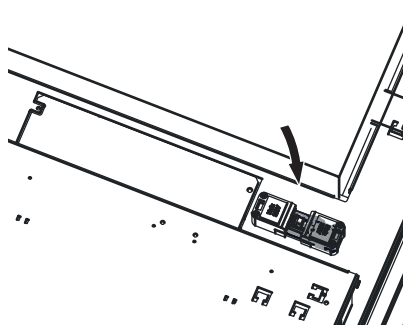

Fig. 59 Débrancher la fiche secteur de l'appareil
- ▶ C'est pourquoi il faut absolument mettre la chaudière hors tension lors de travaux de nettoyage ou de réparation (par ex. en débranchant la fiche de secteur) – Fig. 59.
- ▶ Brancher la fiche secteur de l'appareil – Fig. 59.